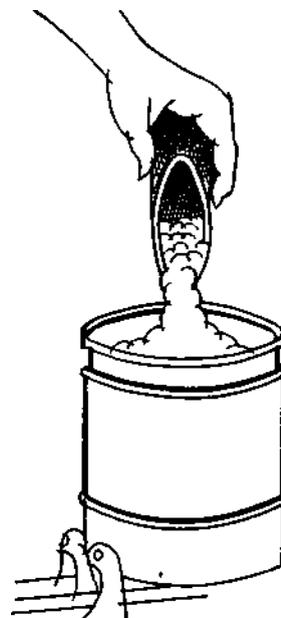

fig. 3
- Encha a caçamba da semeadeira com semente (fig. 3).